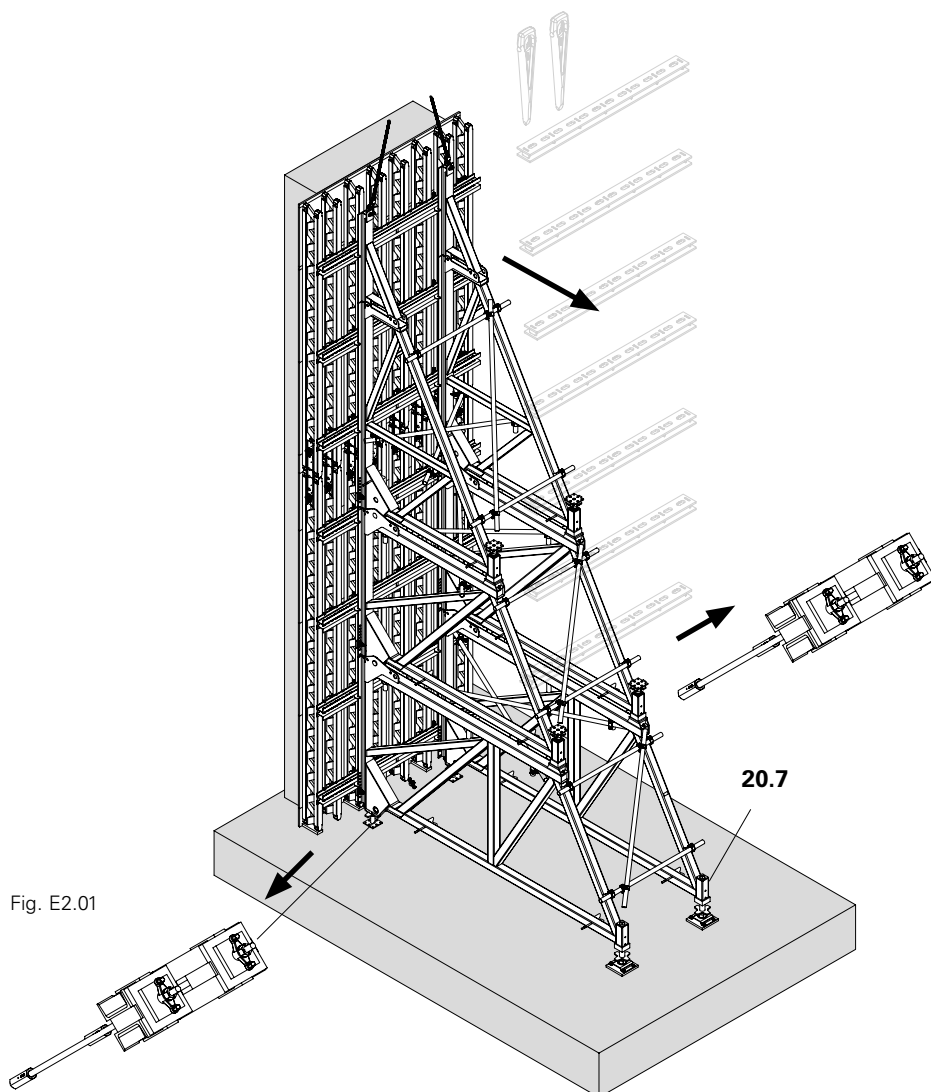

Fig. E2.01
3. Svincolare il contrafforte SB-A0, A, B: con l'albero posteriore (20.7). (Fig. E2.01)